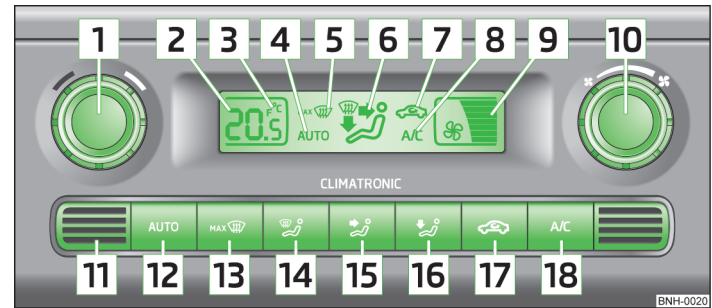

Abb. 61 Climatronic: Bedienelemente
- > (AC) 18 » Abb. 61 » Seite 66 eingeschaltet.
- > Die Taste (AUTO) 12 » Abb. 61 » Seite 66 drücken.
Gleichzeitig die Tasten (AUTO) und (AC) » Abb. 61 » Seite 66 drücken und halten. Im Display erscheinen die Angaben in der gewünschten Temperatur-Maßeinheit.
» Abb. 61 » Seite 66. Den Sensor nicht überkleben oder überdecken, sonst könnte die Climatronic ungünstig beeinflusst werden.
- » Die Taste **(AUTO)** 12 » Abb. 61 drücken, im Display wird **AUTO** angezeigt.
- » Nach dem Einschalten der Zündung kann mit dem Drehregler 1 » Abb. 61 » Seite 66 die gewünschte Innenraumtemperatur eingestellt werden.
- » Die Taste  17 » Abb. 61 » Seite 66 drücken, im Display erscheint das Symbol
- » Die Taste  17 » Abb. 61 » Seite 66 erneut drücken, das Symbol  im Display erlischt.
- » Mit dem Drehregler 10 » Abb. 61 » Seite 66 nach links (Gebläsedrehzahl verringern) bzw. rechts (Gebläsedrehzahl erhöhen) drehen.
➤ Die Taste  **13** » Abb. 61 » Seite 66 drücken.
➤ Erneut die Taste  **13** » Abb. 61 » Seite 66 oder die Taste  drücken.